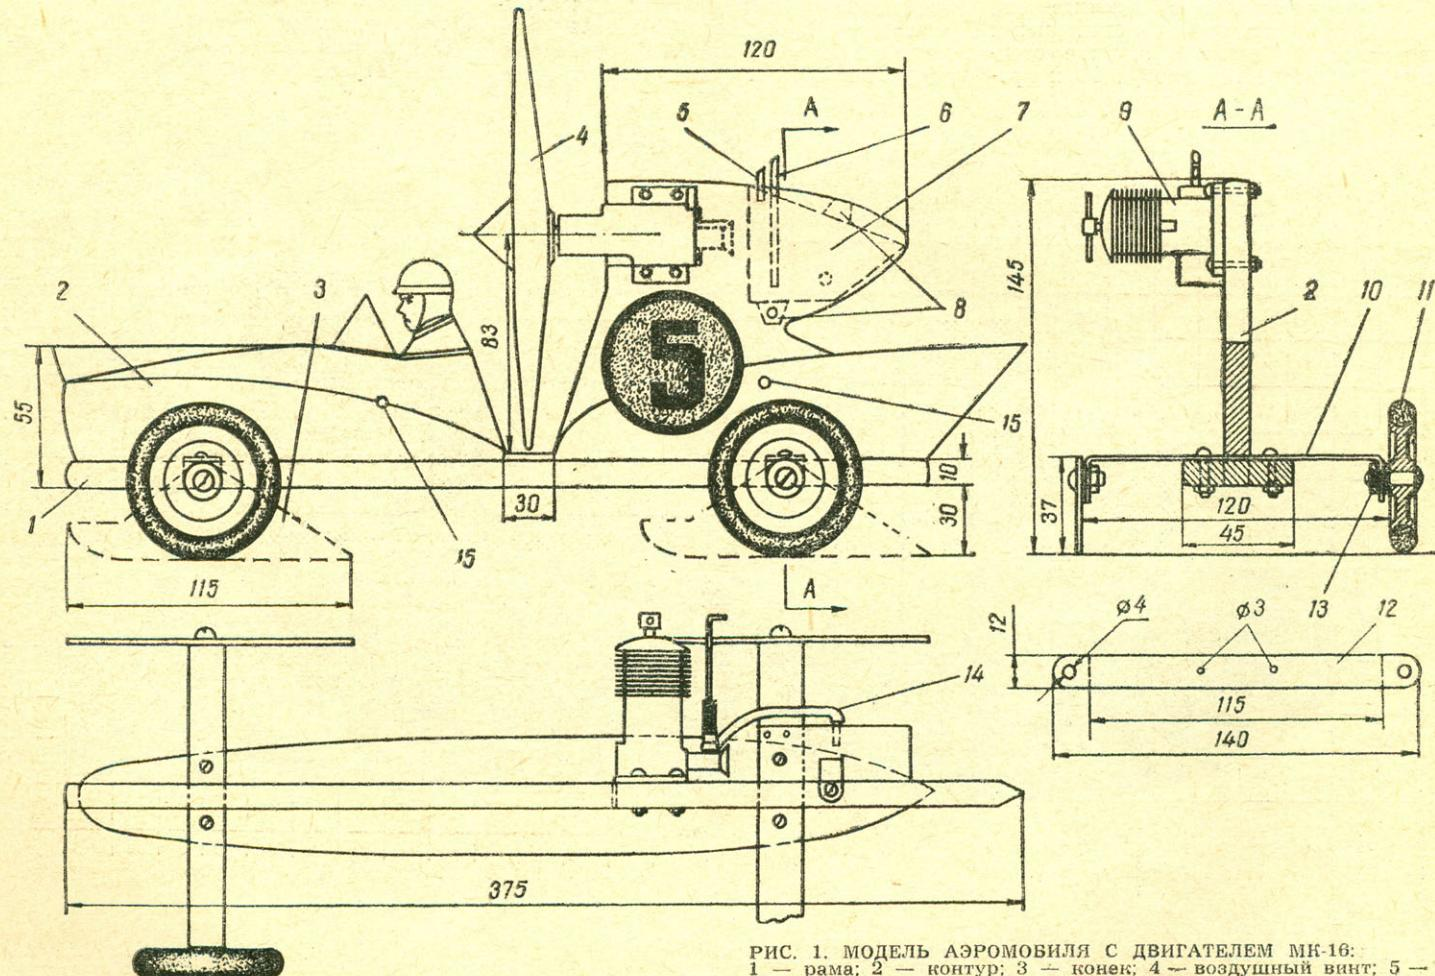

РИС. 1. МОДЕЛЬ АЭРОМОБИЛЯ С ДВИГАТЕЛЕМ МК-16:
**Рессоры** можно изготовить двумя способами. Проще всего сделать их из дюралюминия Д16Т или стального листа (ленты) толщиной 1,5 мм (см. рис. 1). Они вставляются в пазы контура и крепятся двумя болтами. Рессоры из полотна пилы или из пружинной стали толщиной 0,8–1 мм обеспечивают хорошую амортизацию модели. К ним прикрепываются уголки из дюралюминия или стали. Отверстия в стальных деталях можно просверлить или выполнить пробойником на свинцовой плите.